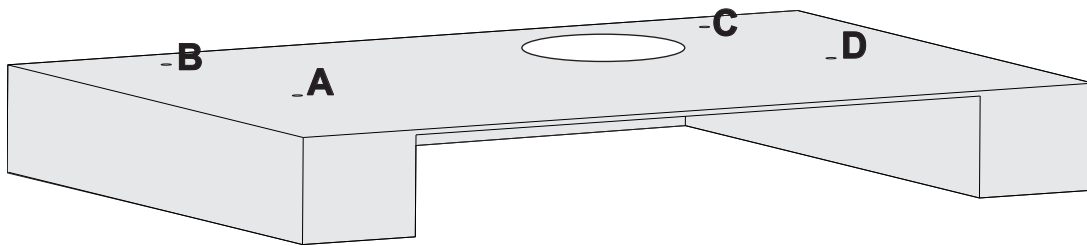

Fig. 12
2. ➔ Marker monteringshullerne på dit kabinet (Fig. 12).